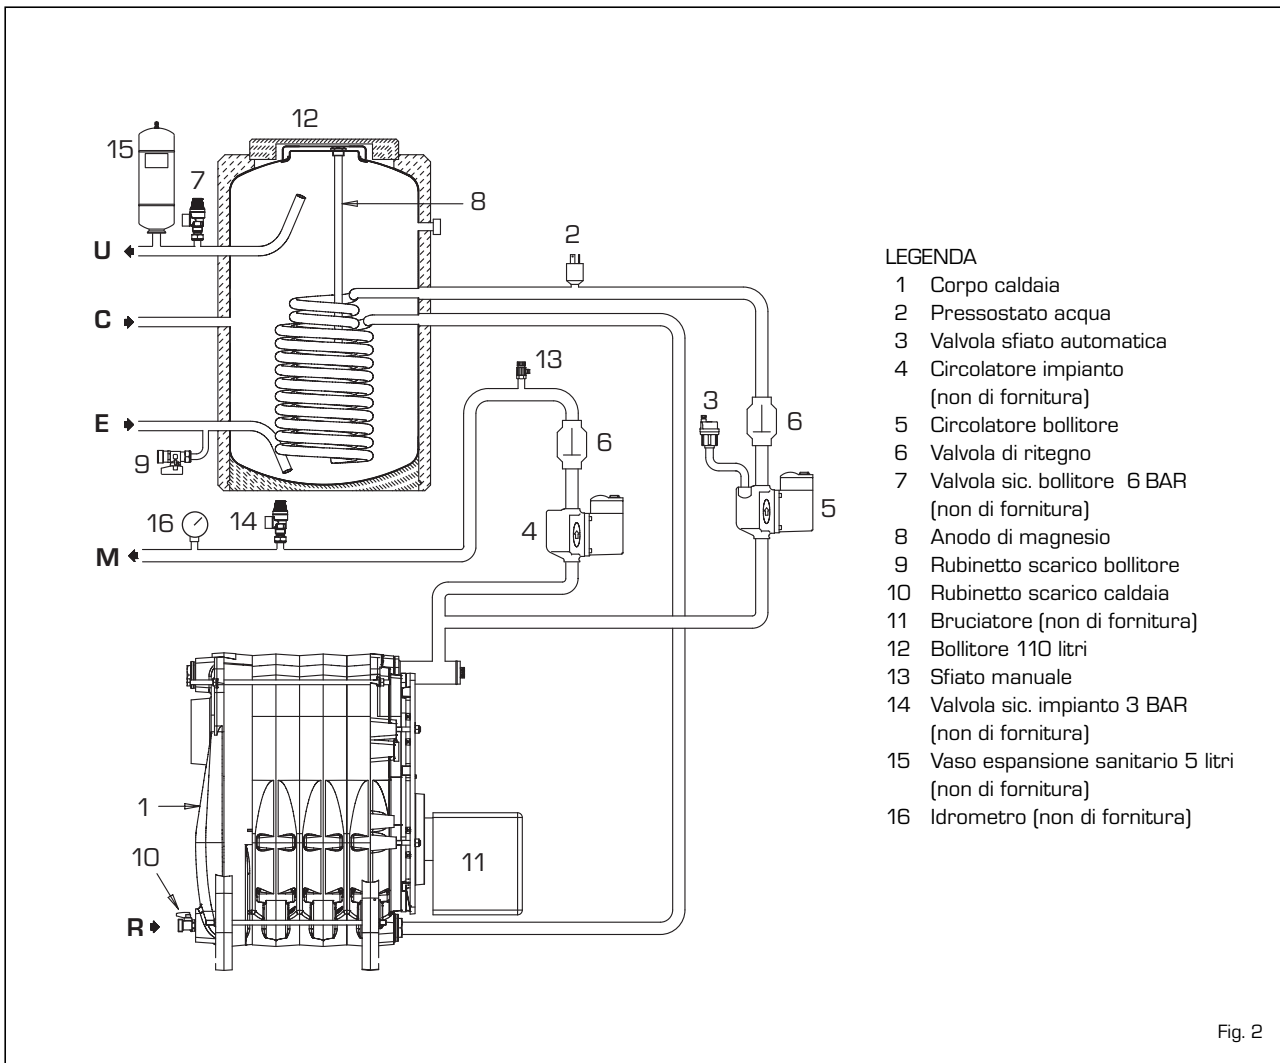

Fig. 2
1.4 SCHEMA FUNZIONALE (fig. 2)
2.3.1 Accessori da installare (fig. 2)
sblocco della valvola di ritegno (6 fig. 2). Spurgata tutta l'aria, riportare la vite nella posizione iniziale.